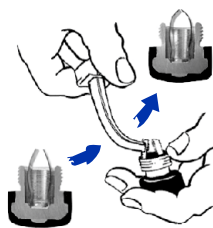

fig. 5
- Pour augmenter la force du ressort**, il faut que les extrémités des lamelles se rapprochent. Pour ce faire, et toujours à l'aide des pinces, plier les lamelles comme indiqué – cf fig 5.